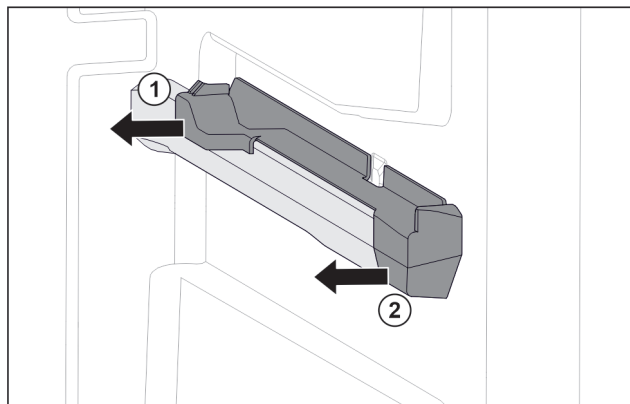

Fig. 102 Natični nastavek na desnemu nastavku za posodo
- Natični nastavek zadaj izvlecite v stran. Fig. 102 (1)
- Natični nastavek spredaj izvlecite v stran. Fig. 102 (2)